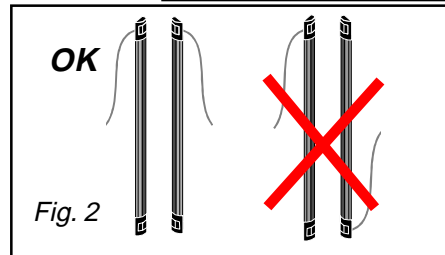

Fig. 2
- » Le due colonne devono essere montate con lo stesso orientamento. Il cavo deve uscire per entrambe le colonne dallo stesso lato (fig. 2).
- » *Les deux colonnes doivent être montées dans le même sens, les câbles se trouvant du même côté (fig. 2).*
- » *Mount the columns in the same sens, i.e. both cables must be on the same side (fig. 2).*